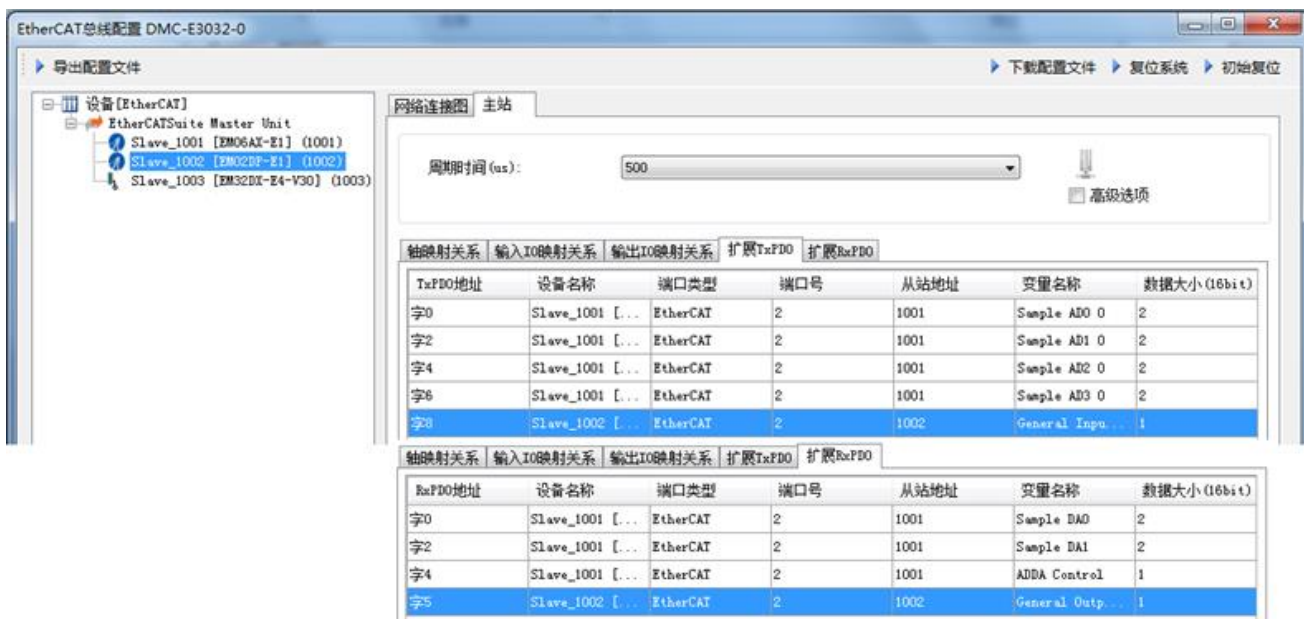

图 6.4. EM02DP-E1 定位模块 IO 口的变量名称
- EM02DP-E1 定位模块的 2 个轴自动完成映射，但其 IO 口要手动添加映射关系。从图 6.4 中可看出，其输入口的变量名称为 GeneralInputIO，其输出口的变量名称为 GeneralOutputIO。